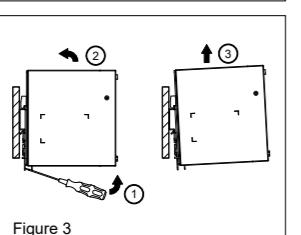

Figure 3
4. Demontage (Abb. 3)
Ziehen Sie zur Demontage den Einrasthebel mit einem Schraubendreher nach unten, wie in Abb. 3 dargestellt. Kippen Sie das Netzteil in die entgegengesetzte Richtung nach oben, klicken Sie den Einrasthebel aus und nehmen Sie das Netzteil nach oben von der DIN-Schiene ab.
4. Démontage (Fig. 3)
Pour démonter l'appareil, tirez ou faites coulisser le loquet vers le bas comme indiqué à la Fig. 3, faites coulisser l'appareil dans la direction opposée, relâchez le loquet et enlevez l'appareil du rail.